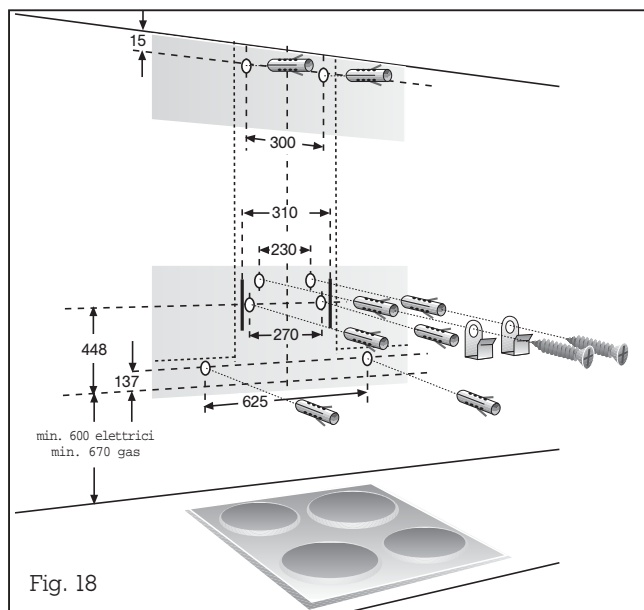

Fig. 18
- Contrassegnate le posizioni delle viti sulla parete con l'ausilio di una sagoma come anche i contorni della zona di aggancio per facilitarne il montaggio (Fig. 18).